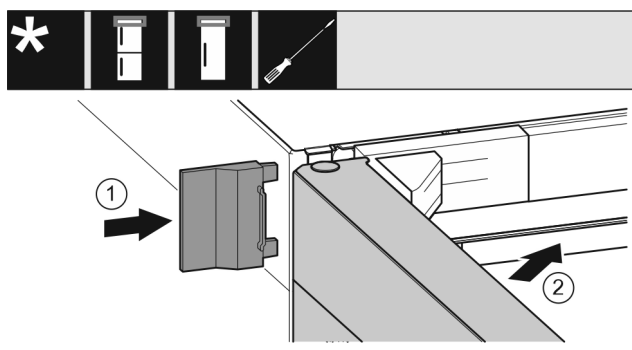

Fig. 22
- Skyv på det ytre dekselet. *Fig. 22 (1)*
- Lukk den øvre døren. *Fig. 22 (2)*